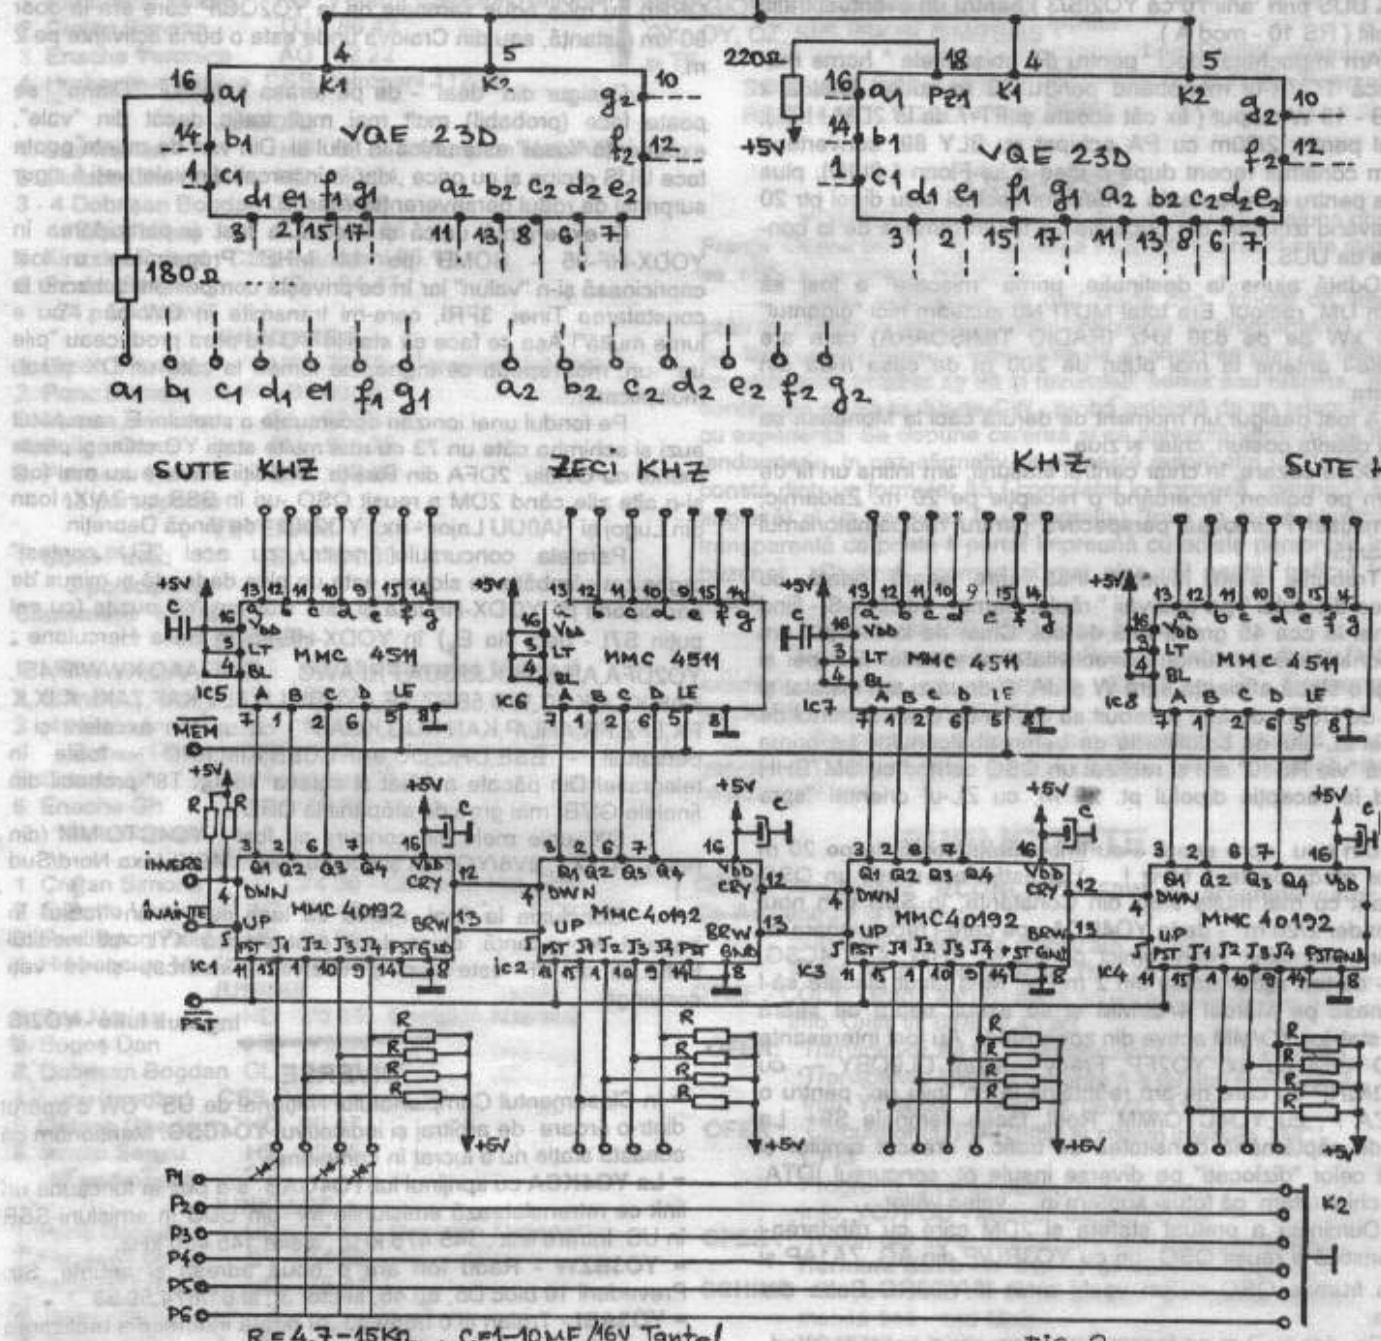

Fig. 2
B. Modulul numărătoare programabile, memorii tampon și decodificatoare (fig.2) este realizat într-o structură clasică cu circuite integrate CMOS tip MMC 40192 și MMC 4511 organizate în 4 decade. Modulul posedă intrări de numărare înainte/inapoi, iar semnalele de intrare trebuie să aibă un factor de umplere obligatoriu de 50% pentru a atinge o frecvență maximă de măsură 4.4 MHz, la tensiunea de alimentare de 5V. Fiecare decadă poate fi programată individual în codul BCD pe intrările J1...J4, folosind diode corespunzătoare plantate. Există posibilitatea selectării a șase versiuni de programare, prin conectarea la masă a liniilor P1..P6, cu ajutorul unui comutator K2 (sau alt sistem!) existent în transceiverul de bază. Circuitele MMC 4511 îndeplinesc funcția de memorie tampon pentru codul BCD rezultat din programare-numărare căt și decodificatoare BCD/ 7 segmente putând să debiteze pentru afişoare cu catod comun maximum 20 mA pentru fiecare segment.
Realizarea practică nu pune probleme deosebite. Modulele B și C sunt realizate pe două circuite imprimante dublu placate prezentate complet în fig.6 respectiv fig.7. Rezistoarele R din fig.2 sunt plantate vertical în circuitul imprimat fiind conectate în partea superioară cu un fir comun la +5V după cum se arată în fig.8. Condensatoarele de decuplare se vor lipi scurt între terminalele 14 și 16 la MMC 40192 E.